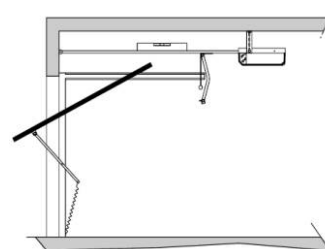

рис.11
- С помощью лесенки поднимите головку двигателя до уровня направляющей как на рис. 11.